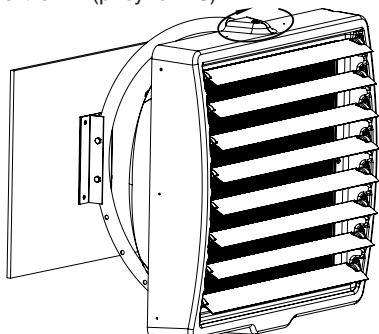

Рис.13
7.14 Диапазон поворота 90° относительно оси крепления (рисунок 13).